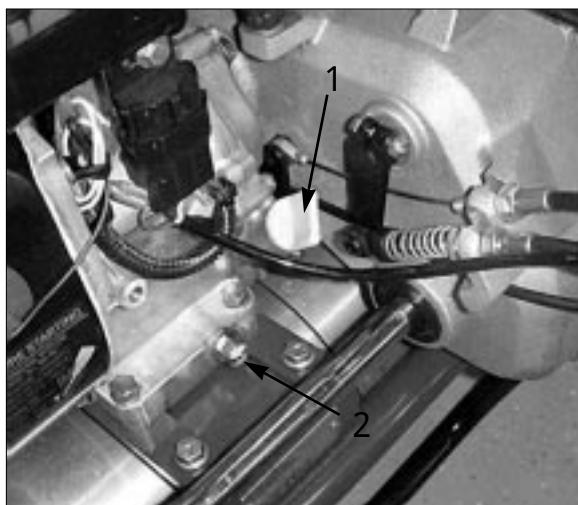

図 29
1. エンジンが水平になるようにして、ゲージ周囲をきれいに拭く(図29)。
2. 機体下に廃油受けを置き、ドレン・プラグ(図29)を抜いてオイルを抜く。